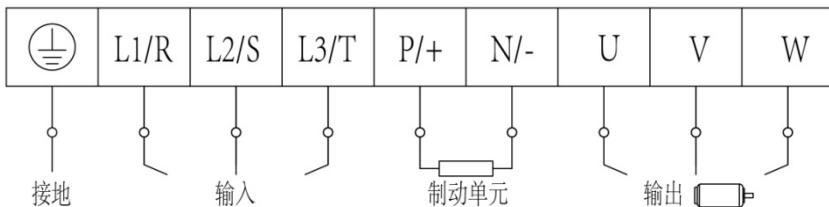

图 3-7 端子示意图
- 1、在变频器控制端子附件有一拨码开关J7，具体连接方法如图3-7。